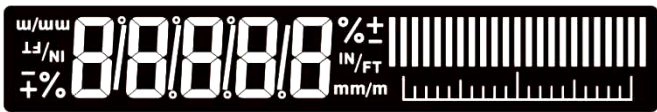

Abbildung 3
- Das Display (11) zeigt eine Skala mit 23 Balken an, die die physikalische Wasserwaage imitiert (Abb. 3).
- La pantalla (11) muestra una escala de 23 barras que imita la de un nivel de burbuja físico (Fig. 3).